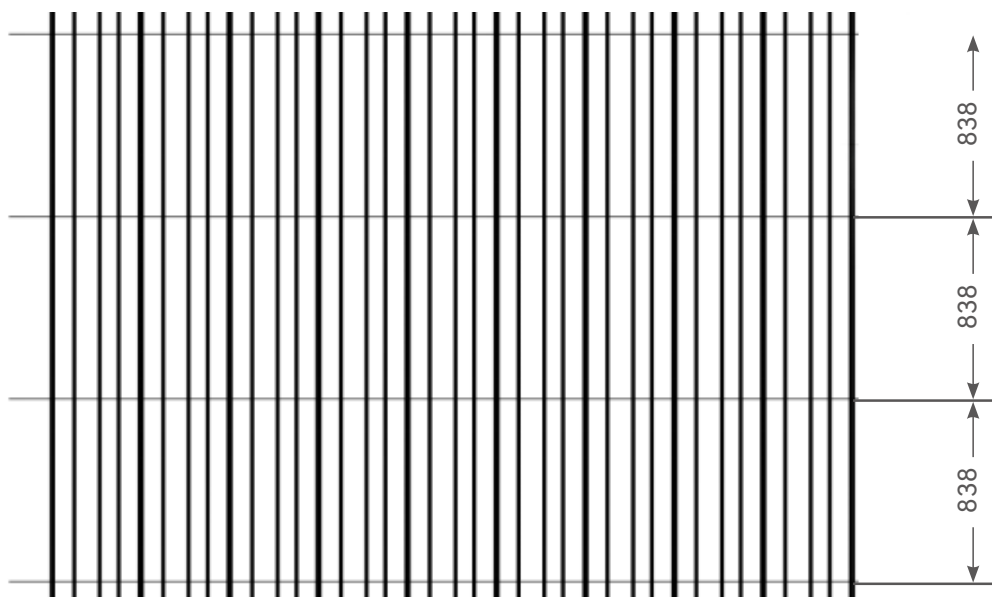

図 1
- まず、クランプの取り付け位置を決定し、次に、取り付けの基準線として弾線を引きます。各クランプの中心線間の距離は $838 \pm 2\text{mm}$ で、弾線と金属屋根の山は 90 度の角度になるように注意してください(図 1)。